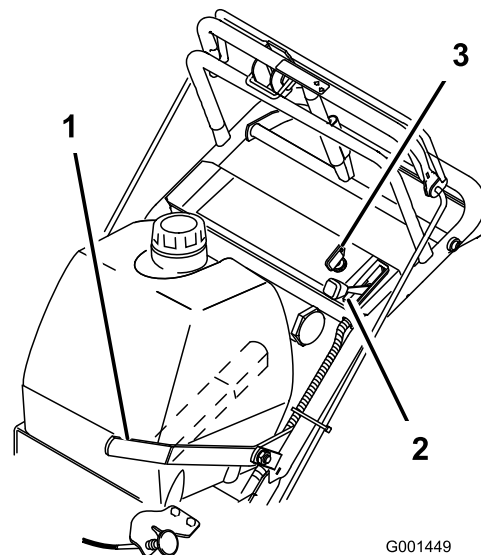

Figura 8
5. Gire la llave de contacto a la posición de **marcha** (Figura 8).
8. Tire del mando del estérter si el motor está frío (Figura 8).
1. Mueva la palanca del acelerador a la posición **Lento** (Figura 8).
3. Gire la llave de contacto a **Desconectado** (Figura 8).